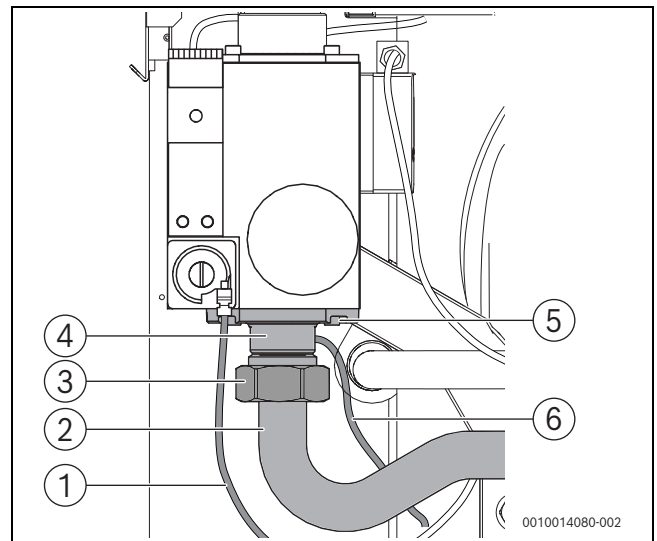

Bild 25 Gasblende ausbauen (Kesselgröße 75; 100; 150 [bis V03]¹⁾; 200 – 300 kW)
- ▶ Überwurfmutter am Gasrohr lösen (→ Bild 25 und 26).
- ▶ Vier Innensechskantschrauben (→ Bild 25 und 26, [5]) am An- schlussflansch [4] entfernen und Flansch von der Armatur abneh- men. Dabei darauf achten, dass das Gasrohr [2] nicht beschädigt und/oder abgeknickt wird.
- ▶ Messleitungen für Kompensation [1] und Gas-Ausgangsdruck [5] auf korrekten Sitz prüfen (→Bild 25 und 26 sowie 80, Seite 69).